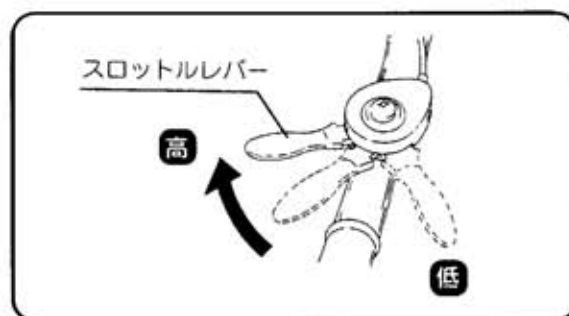

図13
- ④ スロットルレバーを「高」の方に少し開いてください。(図13)
- ⑤ 停止ボタンを押しながら「運転」位置にしてください。